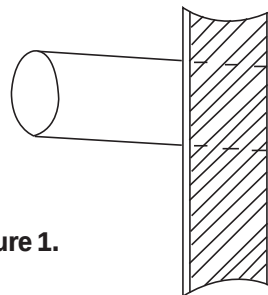

Figure 1.
- (1) Découpez un trou dans le mur et insérez le tuyau de raccordement et les fils de connexion à travers un tuyau en PVC acheté localement. Le trou doit être légèrement incliné vers le bas avec une inclinaison d'au moins 1/100 (voir Figure 1).